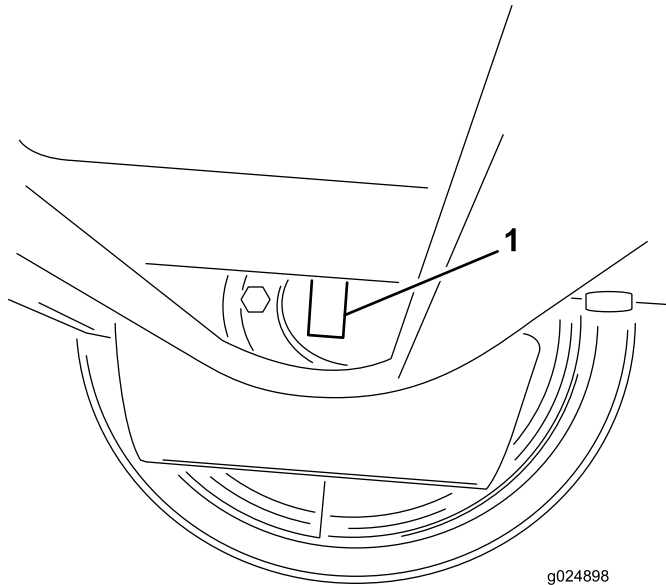

Bild 1
3. Prüfen Sie das Typenschild mit der Seriennummer des Radmotors (Bild 1). Es ist von der Unterseite der Maschine aus sichtbar.